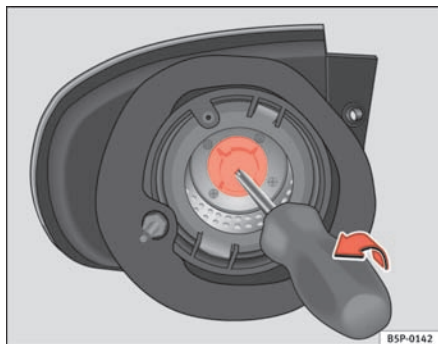

Fig. 188 Blinklygte
- Tag fatningen ud af blinklygten ved at dreje en skrue(r)trækker i pilens retning (se ⇒ fig. 188).